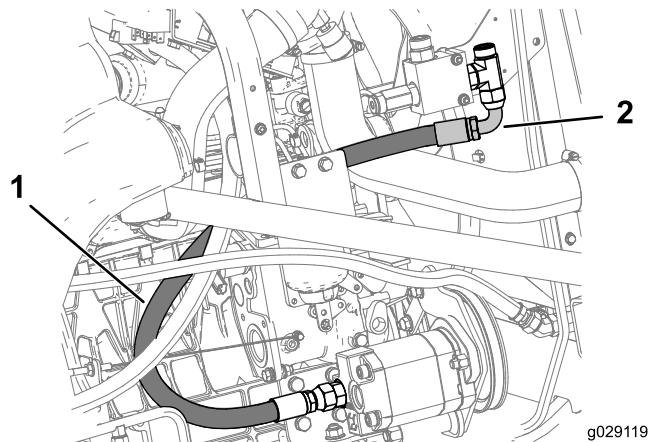

Figura 27
- Instale o outro tubo hidráulico C da união adaptadora em T (5/8 pol. macho), no conjunto do coletor hidráulico esquerdo, na união adaptadora (5/8 x 5/8 pol. macho) no conjunto da bomba das engrenagens como se mostra na Figura 27.